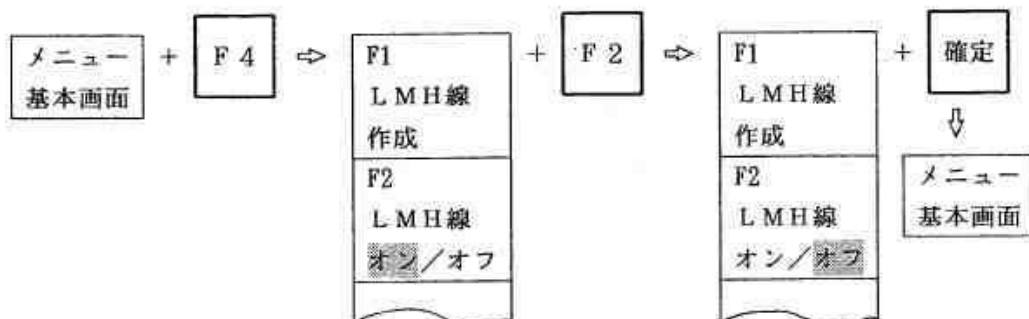

図 9.3.9 LMH 線をオンからオフに変更する方法
(1) ガイダンス表示エリアには【メイン】が表示され、探傷画面上にLMH線が表示されている場合
- ① 選択キー【F4】を1回押すと図9.3.9の選択メニューが表示されます。このメニューの【F2】の項を見ると、【オン】の部分にカーソルがあります。
- ② 次に選択キー【F2】を1回押すとカーソルは【オフ】に移ります。
- ③ カーソルが【オフ】に移ったことを確認して、確定キーを1回押します。